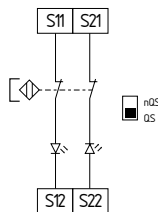

Fig. 15
**Commande à deux canaux d'interrupteurs magnétiques de sécurité selon EN 60947-5-3 (Fig. 15)**